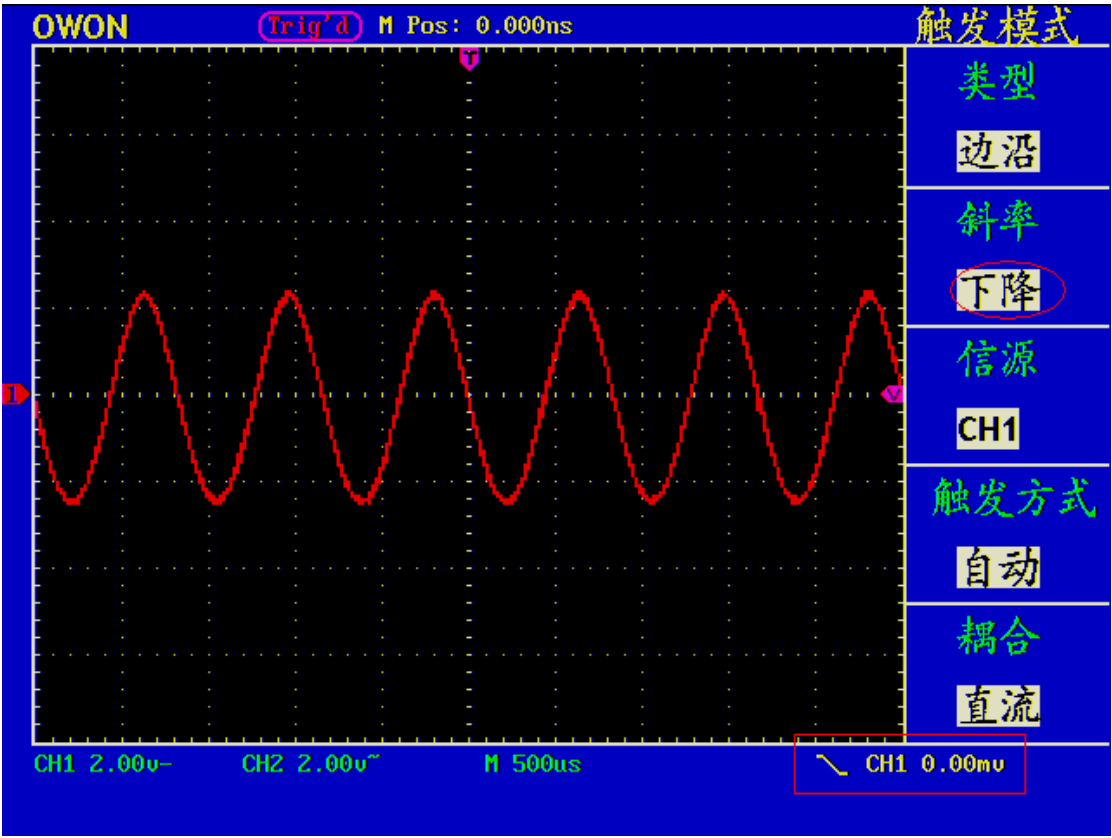

图 29： 下降沿触发波形
- 7、再按 **F2** 菜单选择按键，选择斜率为 **下降**。屏幕显示见图29。